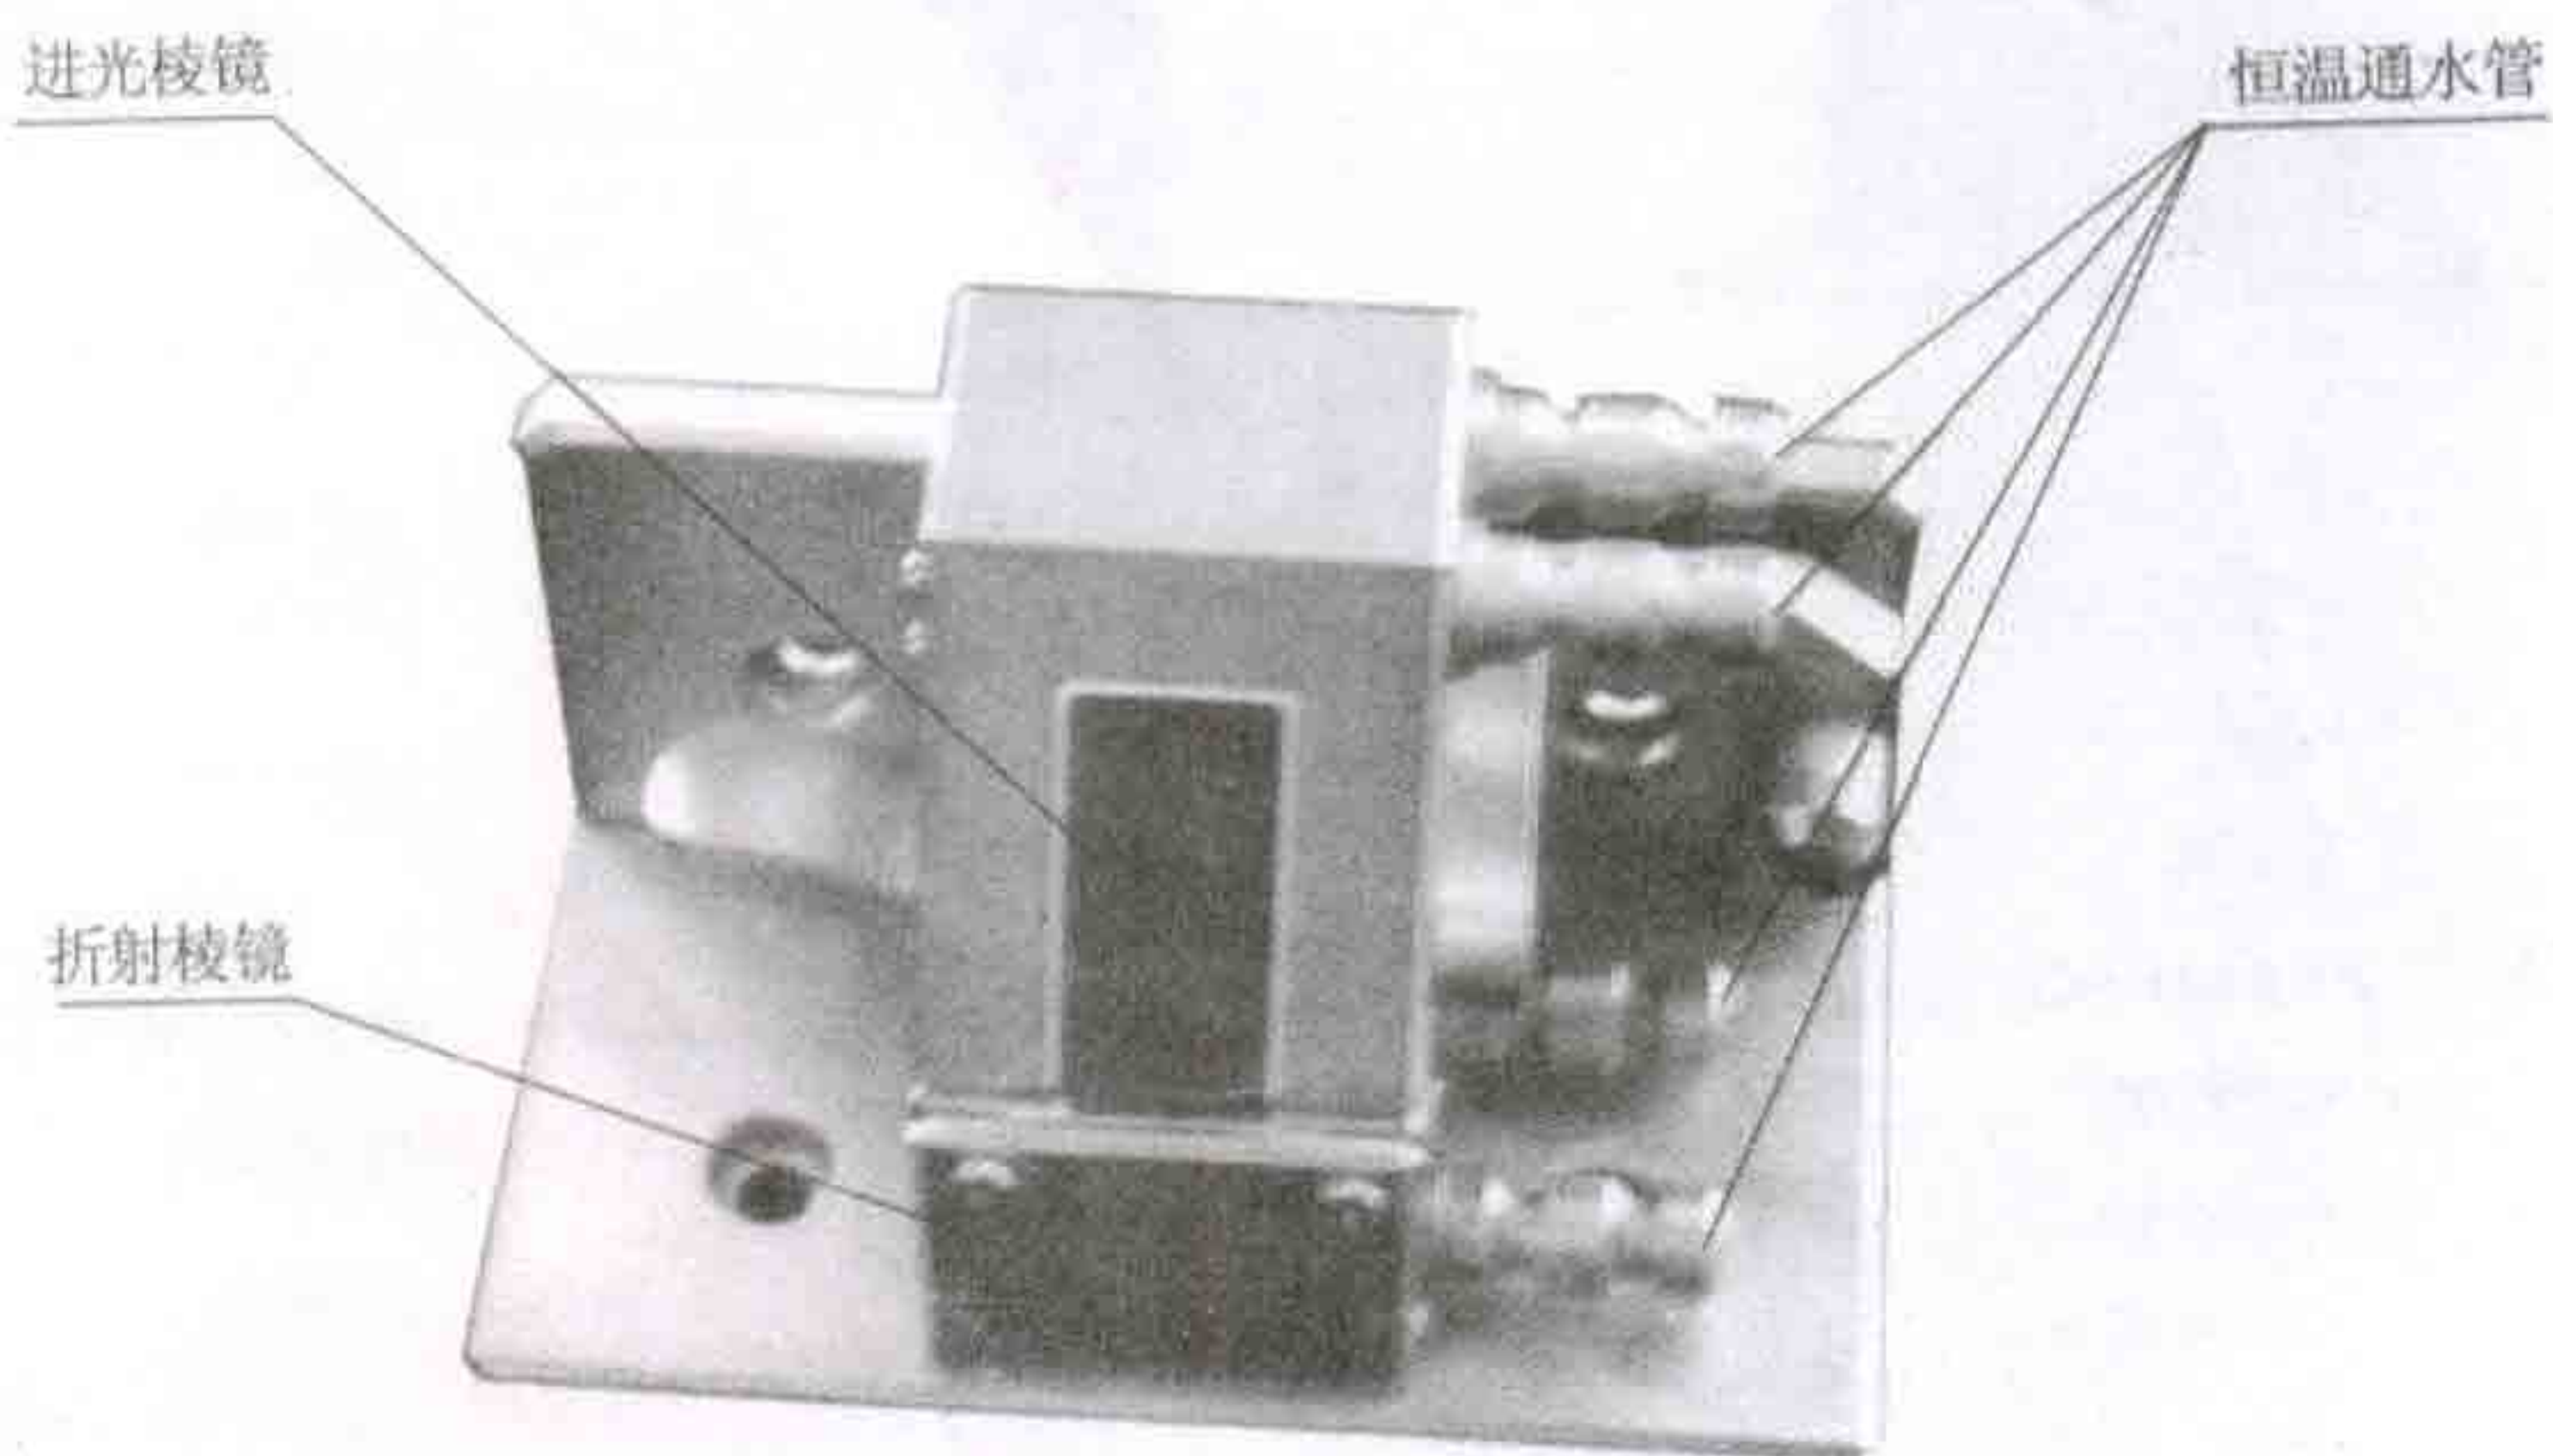

图 1
4. 将被测样品放在下面的折射镜的工作表面上。如样品为液体，可用干净滴管吸 1—2 滴液体样品放在棱镜工作表面上，然后将上面的进光棱镜盖上。如样品为固体，则固体必须有一个经过抛光加工的平整表面。测量前需将这抛光表面擦清，并在下面的折射棱镜工作表面上滴 1—2 滴折射率比固体样品折射率高的透明液体(如溴代萘)，然后将固体样品抛光面放在折射棱镜工作表面上，使其接触良好(图 1)。测固体样品时不需将上面的进光棱镜盖上。